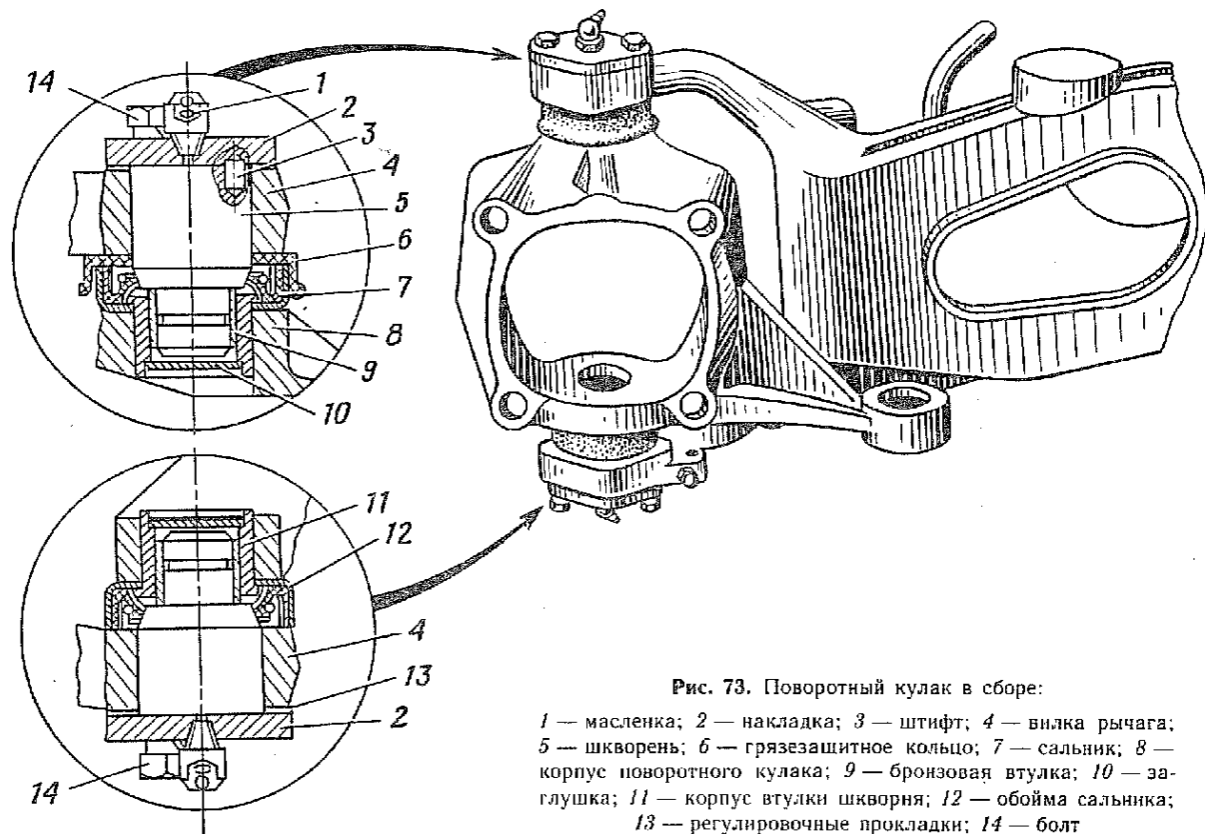
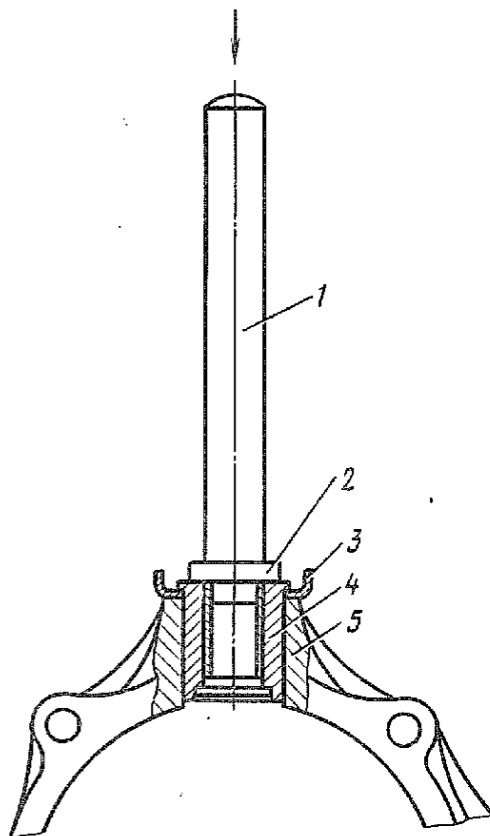
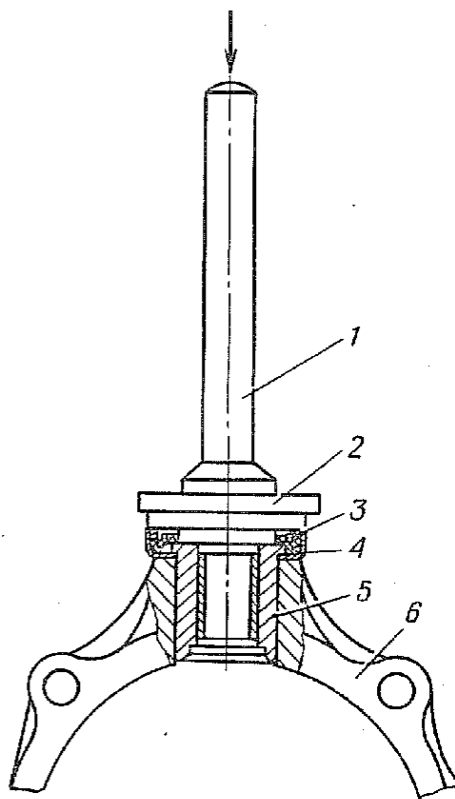

Рис. 73. Поворотный кулак в сборе:
Рис. 76. Запрессовка корпуса втулки с втулкой в сборе в поворотный кулак:
Рис. 77. Запрессовка сальника шкворня:
1.2. Отвернуть болты 14 (рис. 73), снять накладки 2 и регулировочные прокладки 13 (ключ 17).
1.4. Снять поочередно заглушки 10 (рис. 73) с корпусов 11 втулок (бородок, молоток 500 г).
1.6. Снять сальники 7 (рис. 73), обоймы 12 сальников и грязезащитное кольцо 6 (отвертка 200×1,0).
2.1. Установить обоймы 12 (рис. 73) сальников на корпус 8 поворотного кулака. Запрессовать поочередно корпуса 4 (рис. 76) с втулками в сборе в корпус поворотного кулака 5 до упора (оправка, ручка оправок, молоток 500 г).
2.2. Запрессовать сальники 3 (рис. 77) в обоймы 4. Установить на верхний сальник грязезащитное кольцо 6 (рис. 73) (оправка, ручка оправок, молоток 500 г).